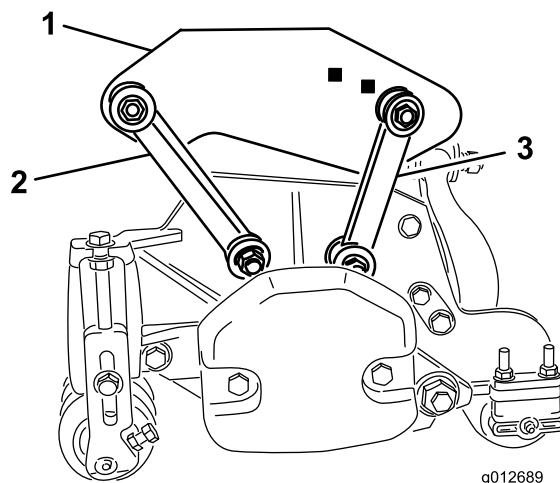

Figura 19
- Fissate i tiranti di montaggio anteriori nei fori del telaio portante con un bullone (3/8" x 2 1/4"), 2 rondelle piane e un dado di bloccaggio, come mostrato in Figura 19. Posizionate una rondella su ogni lato del tirante durante il montaggio. Serrate i fermi a 42 N m.
- Fissate i tiranti di montaggio posteriori nei fori del telaio portante posteriore con un bullone (3/8" x 2 1/4"), 2 rondelle piane e un dado di bloccaggio, come mostrato in Figura 19. Posizionate una rondella su ogni lato del tirante durante il montaggio. Serrate i fermi a 42 N m.